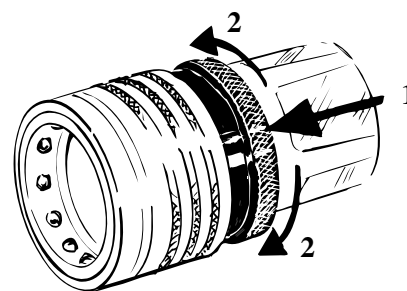

Figure 6.3
Zajistěte rychlospojku zpětného vstupu. Viz "Figure 6.3".
- 2 Nejsilnější hadice (3/4" zpětná hadice) je připojena k oddělenému netlakovému vratnému vstupu. Zajistěte rychlospojku zpětného vstupu. Viz "Figure 6.3".